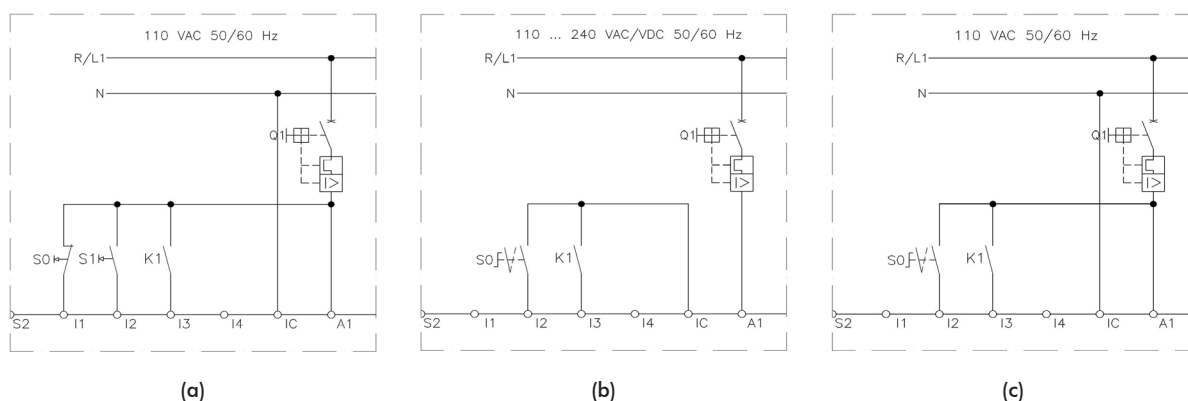

Figura 5.7 (a) - Detalle modificación para accionamiento utilizando entradas digitales en 110 Vac y accionamiento por Pushbutton (P230 = 1)
Para la unidad de control (UC) con entradas digitales en 110 Vca es destacada la modificación del esquema en la figura 5.7 (a). Para accionamiento a través de las entradas digitales (P229 o P232 = 0) en 24 Vcc, y en 110 Vca, utilizando lógica de control a dos cables (selector) (P230 = 0) son destacadas las modificaciones del esquema en la figura 5.7 (b) y (c).